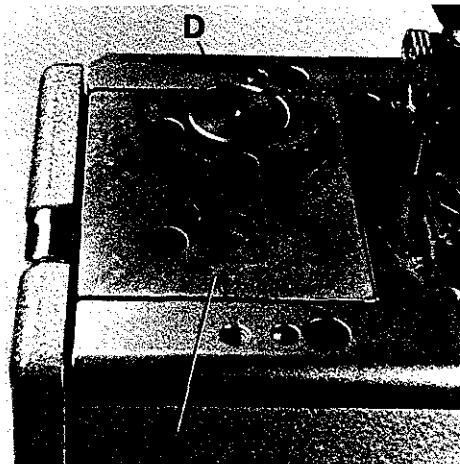
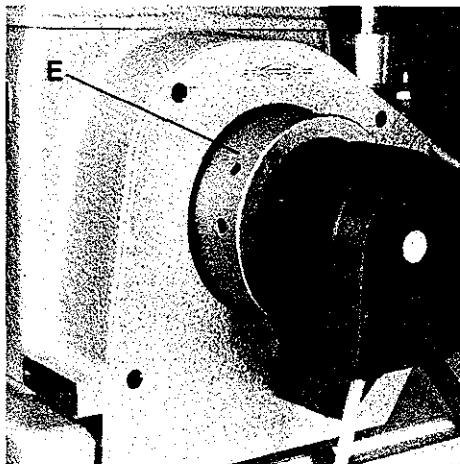
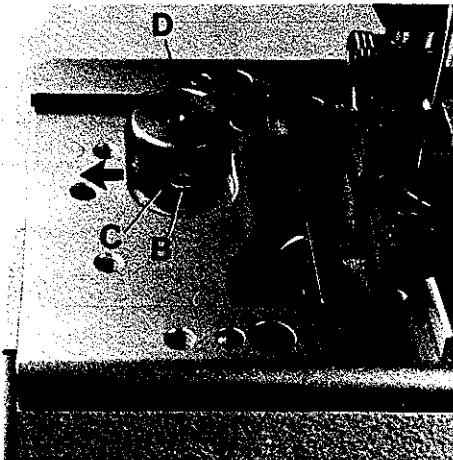

Fig.8
Fig.10
Fig.9
Before the machine leaves the factory, the stitch length change mechanism is locked. After removing cover (A, Fig. 8) and loosening screw (B, Fig. 9) lever (C) can be swung in the direction of the arrow to the left to unlock the stitch length change mechanism. The required hexagon socket wrench is a component of the machine accessories.
The stitch length is changed by slightly pressing stop bolt (D, Figs. 8 and 9) and simultaneously rotating pulley (E, Fig. 10). Within one revolution of the pulley stop bolt (D, Fig. 8) engages and the stitch length change starts. Rotating pulley clockwise shortens the stitch, rotating it counterclockwise increases the stitch.
Vor dem Versand der Maschine wird die Stichlängenverstellung blockiert. Entfernt man den Deckel (A, Fig. 8) und löst die Schraube (B, Fig. 9), kann der Hebel (C) in Pfeilrichtung nach links geschwenkt werden und die Arretierung der Stichlängenverstellung ist aufgehoben. Der benötigte Sechskantschraubendreher ist im Zubehör der Maschine enthalten.
Die Stichlänge wird durch leichtes Drücken auf den Rastbolzen (D, Fig. 8 und 9) und gleichzeitiges Drehen der Handrad-Riemenscheibe (E, Fig. 10) eingestellt. Nach spätestens einer Umdrehung der Handrad-Riemenscheibe rastet der Rastbolzen (D, Fig. 8) ein und die Stichverstellung beginnt. Drehen der Handrad-Riemenscheibe im Uhrzeigersinn verkleinert den Stich, drehen im Gegenuhzeigersinn vergrößert ihn. Nach dem Einstellen der gewünschten Stichlänge kann, wenn notwendig, die Stichlängenverstellung wieder blockiert werden. Montieren Sie den Deckel wieder.